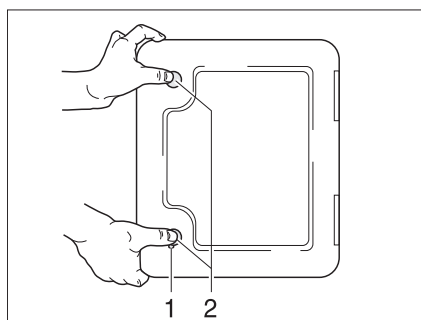

Fig. 154 Trampilla para el cassette Thetford
La trampilla de evacuación para el cassette Thetford (Fig. 154) está en la parte exterior del vehículo.
- Introducir la llave en el cilindro de cierre del cierre a presión (Fig. 154,1) y girarla un cuarto de vuelta en sentido de las agujas del reloj.
- Presionar ambos cierres a presión (Fig. 154,2) al mismo tiempo con el pulgar y abrir la trampilla para el cassette Thetford.